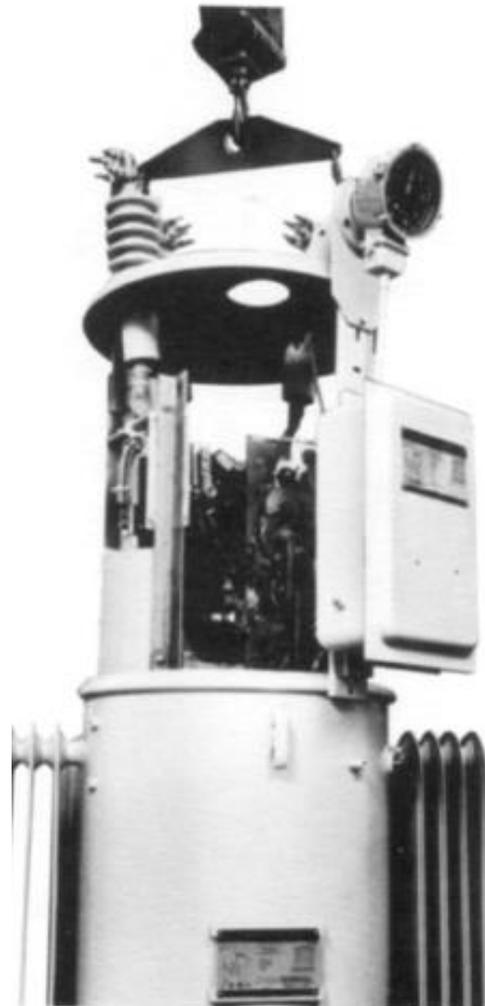

Figura 12. Remoción del ensamble interior del regulador tipo VR-1, usando una barra de separación para levantar el regulador del tanque.
3. Levante del tanque el interior del regulador suspendido de la cubierta, usando los ojos de elevación encima de la cubierta. El uso de una barra de extensión es recomendado. (Ver *Figura 12*).